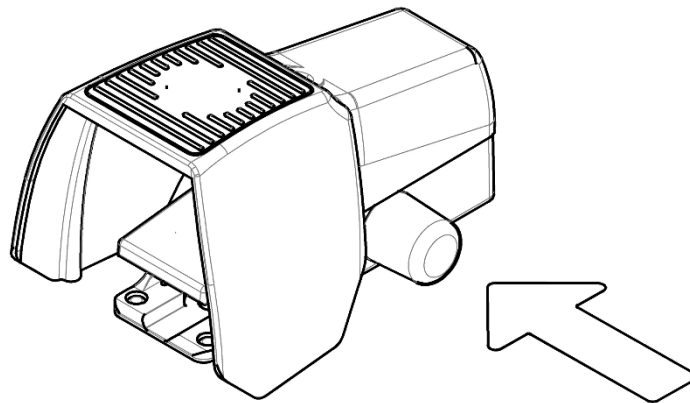

Imagen 3: Desbloqueo del conmutador de pedal
- Si la parada de emergencia se produjo mediante el conmutador de pedal: desbloquee el conmutador presionando la cubierta de silicona azul situada en el lateral (imagen 3).